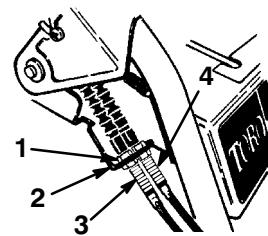

Figure 28
1. Desserrez l'écrou de blocage supérieur qui fixe le câble de traction au support de montage (Fig. 28).
2. Tournez l'écrou de blocage inférieur pour augmenter la tension de la courroie (Fig. 28).
- Desserrez l'écrou de blocage supérieur qui fixe le câble de tarière/roue hélice au support de montage (Fig. 28).
8. Sur le câble de commande qui correspond à la courroie usagée, desserrez les écrous de blocage qui fixent le câble au support (Fig. 28).